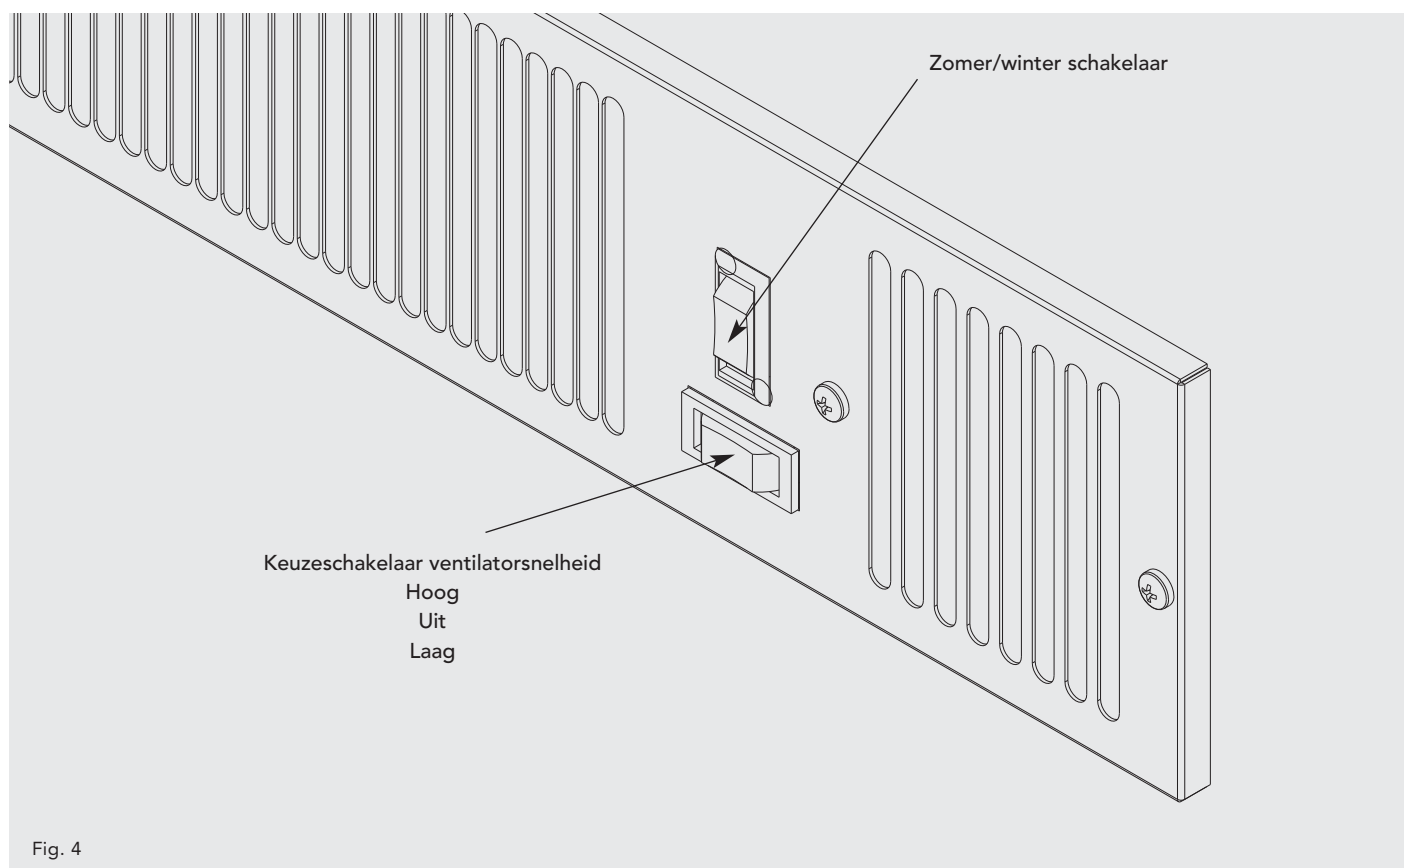

Fig. 4
- Voltooi de elektrische aansluiting, zet de KICKSPACE® aan en controleer deze op de juiste werking. (Zie fig 4)